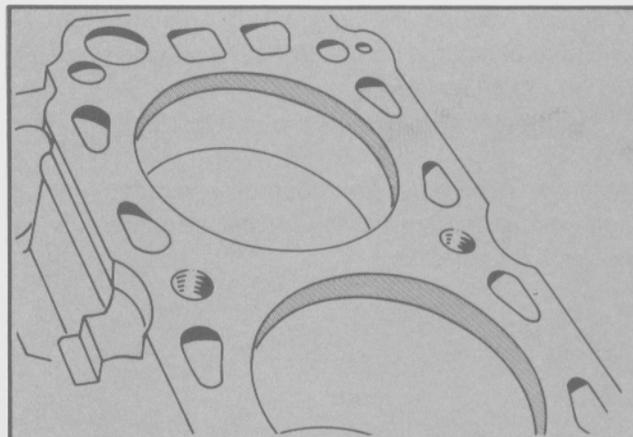

Fig. 26 - Anillo de carbón en el borde de los cilindros
- Colocar los pistones en la mitad de su carrera y quitar el carbón del borde superior de los cilindros (Fig. 26).